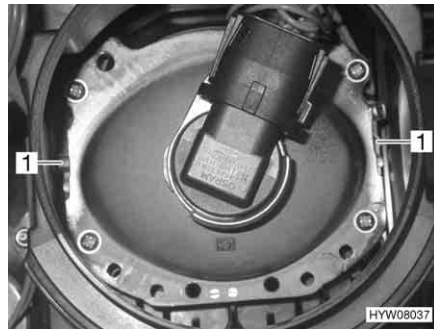

Fig. 184 Conversione dei fari anteriori
- Inclinare le due leve di conversione (Fig. 184,1) sull'altro lato.